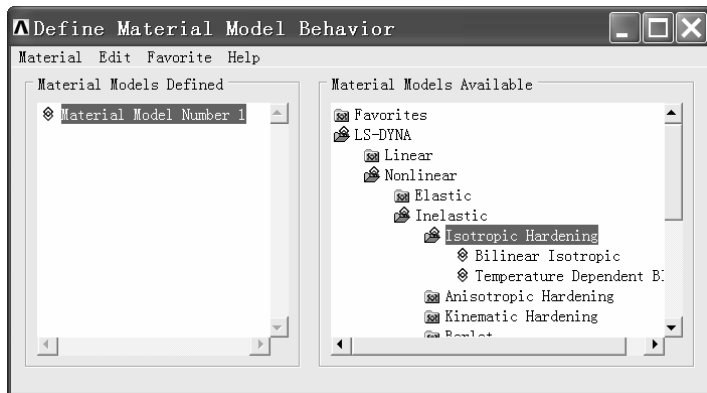
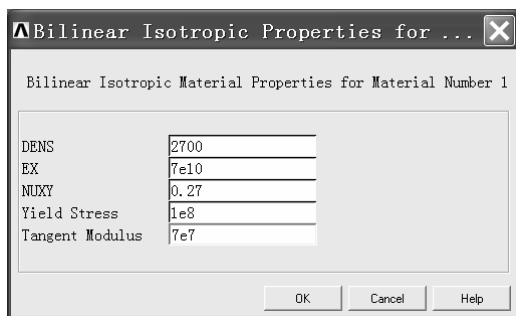

图 3-129 “Define Material Model Behavior”窗口
图 3-130 Bilinear Isotropic Properties for ...”窗口
(5) 在另一种形式的“Real Constant Set Number 1, ...”窗口中“Thickness at node 1 T1”后的方框中输入“0.001”,然后单击“OK”按钮返回到“Real Constants”窗口。单击“Add”按钮,弹出“Element Type f...”窗口。
(6) 单击“Element Type f...”窗口中方框内的“Type 1 SHELL 163”,然后单击“OK”按钮,弹出“Real Constant Set Number 2, ...”窗口,然后单击“OK”按钮,弹出另一种形式的“Real Constant Set Number 2, ...”窗口,在另一种形式的“Real Constant Set Number 2, ...”窗口中“Thickness at node 1 T1”后的方框内输入“0.01”,然后单击“OK”按钮返回到“Real Constants”窗口。单击“Close”按钮关闭该窗口。
(7) 依次选择 Main Menu>Preprocessor>Material Props>Material Models,弹出“Define Material Model Behavior”窗口(见图 3-129)。单击该窗口右侧方框中的“LS-DYNA”,继续单击“Nonlinear”→“Inelastic”→“Isotropic Hardening”→“Bilinear Isotropic”,弹出“Bilinear Isotropic Properties for ...”窗口(见图 3-130)。